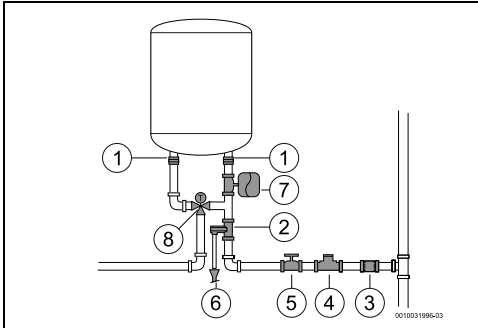

fig. 11
- ▶ Mbyllni valvulën e linjës së ujit (→ Fig. 11, [5]).
- ▶ të instaloni një valvulë reduktimi presioni (Fig. 11, [4]). Valvula e çlirimit të presionit do të aktivizohet sa herë që presioni në pajisje është mbi 8 bar (± 1 bar), për të cilën arsye është e nevojshme të planifikohet një mënyrë për shkarkimin e këtij uji.
- ▶ instaloni një enë zgjerimi (Fig. 11, [7]) për të ndaluar hapjen e shpeshtë të valvulës së çlirimit të presionit. Volumi i zgjerimit të enës duhet të jetë i barasvlershëm mme 5% të volumit të pajisjes.